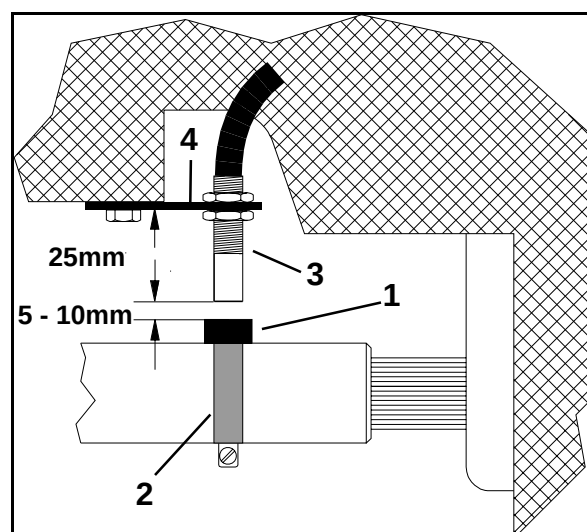

Fig. 177
1. Fixez le solénoïde (Fig. 177/1) avec le collier de flexible (Fig. 177/2) sur l'arbre à cardan.
2. Fixez le capteur (Fig. 177/3) en utilisant un support universel (Fig. 177/4) en face du solénoïde sur le châssis du tracteur.